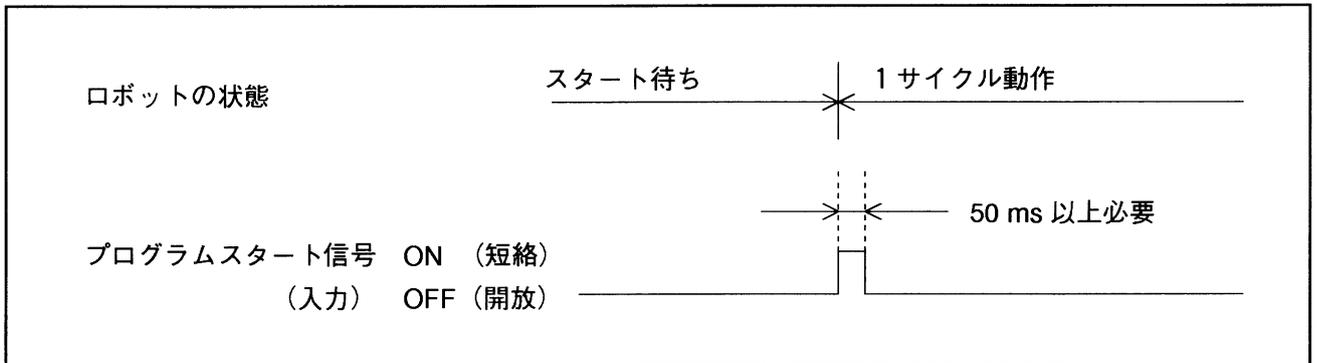

図5-34 プログラムスタート信号立ち下げのタイミング例
b) 簡易方式（タイマーによる1ショット方式）でプログラムスタート信号を立ち下げの方法を図5-34に示します。